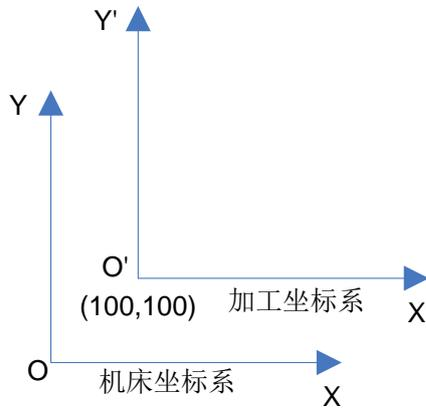

图 5-4 加工坐标系偏移量示意图
- **originPos[x]**: 加工坐标系原点的规划位置值，即相对于机床坐标系的偏移量。建立的加工坐标系如图 5-4 所示。